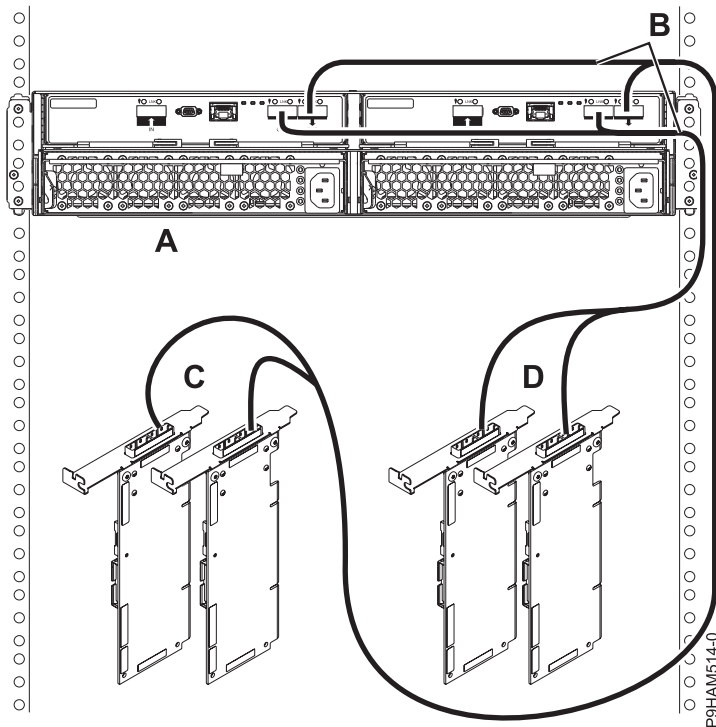

Abbildung 28. Modus 2-Anschluss eines Plattenlaufwerkgehäuses 5887 mit X-Kabeln an zwei SAS-Adapterpaare
19. Schließen Sie ein Gehäuse im Modus 2 (**A**) mit X-Kabeln (**B**) an zwei SAS-Adapterpaare (**C und D**) an, wie in Abb. 28 auf Seite 27 dargestellt, und fahren Sie anschließend mit „Kabel und Netzkabel anschließen und Abdeckungen installieren“ auf Seite 29 fort.